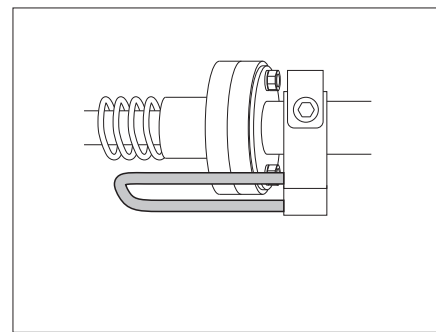

Fig. 152 Palanca de retención en posición asegurada
- ▶ Antes de utilizar la cama, comprobar si la palanca de retención está en la posición asegurada (Fig. 152).
- Poner palanca de retención en la posición asegurada (Fig. 152).